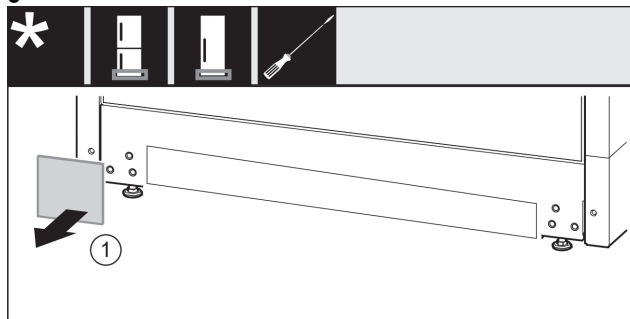

Fig. 15
- ▶ Võtke kate Fig. 15 (1) maha.